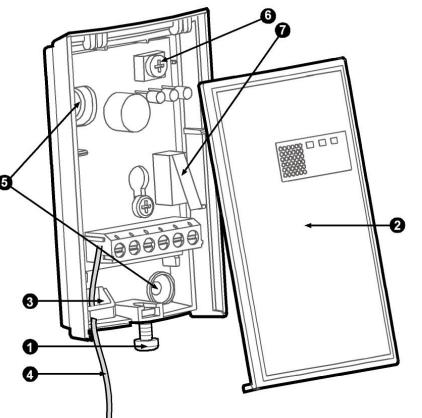

Fig 2 Detector Installation | Instalación del detector
CONEXIÓN DEL DETECTOR (Fig. 2,3 y 4)
3. Utilice los orificios de montaje (Fig. 2-A) para montar el detector. Deberá utilizar al menos dos tornillos de 3 x 30 mm para el montaje en la pared.
CONNEXION DU DETECTEUR (Fig. 2,3&4)
3. Utilisez les trous de montage (Fig. 2-A) pour monter le détecteur. Il est nécessaire d'utiliser au moins 2 vis 3x30 mm pour le montage mural.